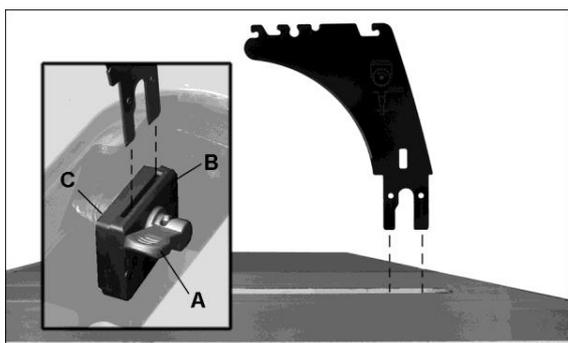

Рис. 5-9
См. Рис. 5-9.
4. Через открывшееся отверстие стола потяните рычаг (A, Рис. 5-9). Подвижный зажим (B) отойдет от неподвижного (C), образуя зазор между ними.
Зажим (Рис. 5-9) отрегулирован на заводе-изготовителе, поэтому дополнительная регулировка защитного кожуха пильного диска и расклинивающего ножа не требуется. Однако, очень важно, чтобы расклинивающий нож был выровнен с пильным диском. Перед работой на станке прочтите *раздел 7.3 Выравнивание расклинивающего ножа*. При необходимости произведите его регулировку.